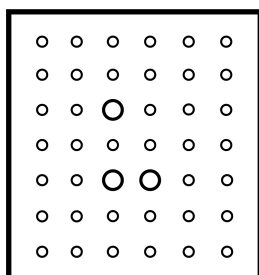

图 6-3 3DeVOK MQ 标定板示意图
- 1、拿出布包中的比对版，放置在浅色平坦的桌面上，准备进行标定，如下图 6-3 所示。